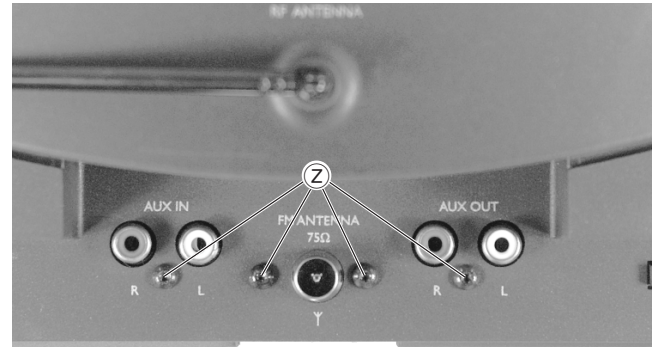

Fig. 17
- 4 Schrauben ⊚ (Fig. 17) herausschrauben.
- Undo 4 screws ⊚ (Fig. 17).